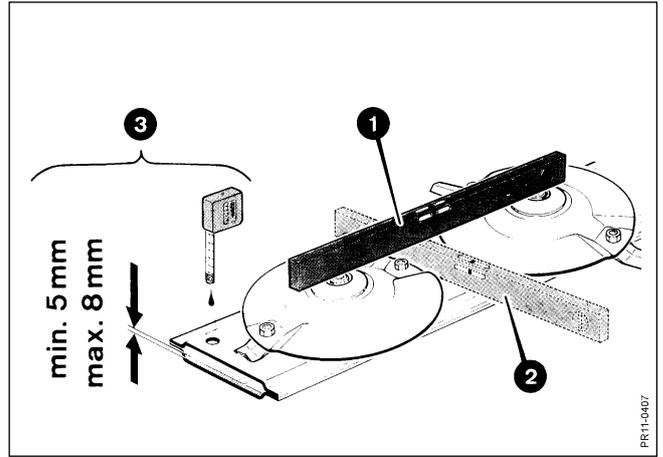

Fig. 4-4
**Fig. 4-4** Das Ölniveau des Mähbalkens wird bei den Nachfüllungstutzen, die oben auf dem Balken angebracht sind, kontrolliert. Bei der Kontrolle muß den Mähbalken waagrecht angeordnet sein, und das wird mit einer Wasserwaage der Länge nach und quer kontrolliert.